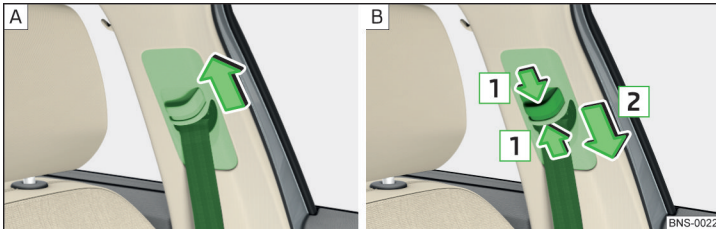

Abb. 18 Gurthöheneinstellung für die Vordersitze
➤ Den Umlenkbügel **nach oben** in Pfeilrichtung verschieben » Abb. 18 - [A].
- **Oder:** Die Sicherung in Richtung der Pfeile **1** zusammendrücken und den Umlenkbügel **nach unten** in Pfeilrichtung **2** verschieben » Abb. 18 - [B].